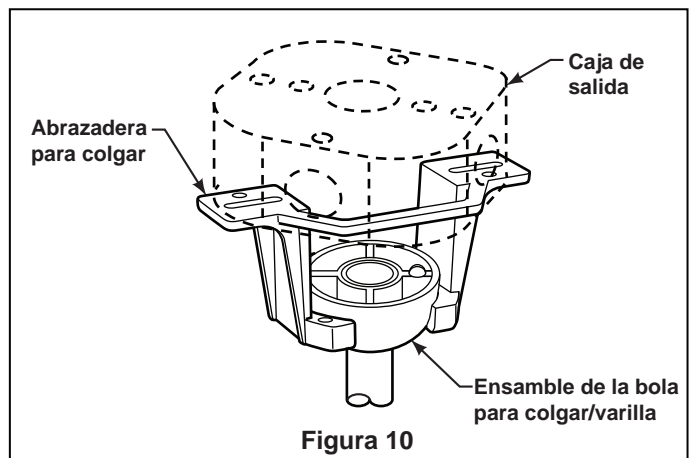

Figura 10
- 2. Levante cuidadosamente el ventilador y coloque el ensamble de la bola para colgar/varilla en la abrazadera para colgar que acaba de fijar a la caja de salida. Asegúrese de que la ranura de la bola esté alineada con la lengüeta de la abrazadera para colgar. (Figura. 10)